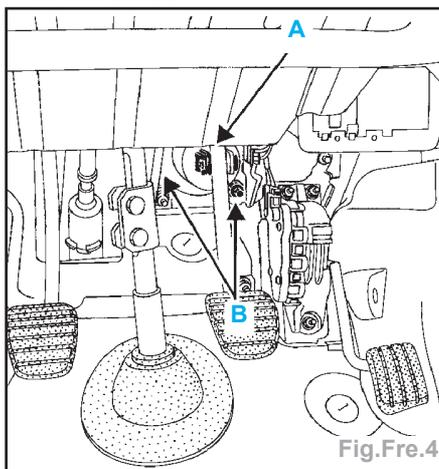

Fig.Fre.4
- l'agrafe d'axe de pédale de frein (A) (Fig.Fre.4),
- les deux écrous de fixation du servofrein (B),